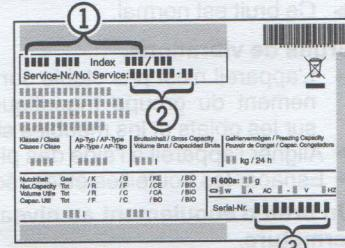

Fig. 33
Fig. 33 (1), le N° de service *Fig. 33 (2)* et le N° de série *Fig. 33 (3)* sur la plaque signalétique. La plaque signalétique se trouve à l'intérieur de l'appareil, sur le côté gauche.